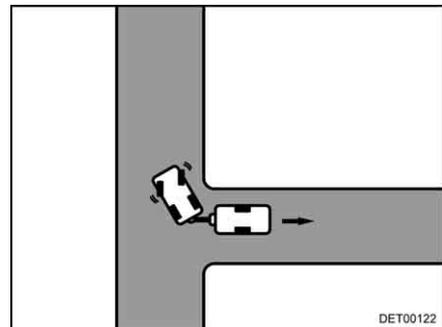

Fig. 20 Braquer à droite
- Braquer à droite et avancer prudemment en marche arrière (Fig. 20).